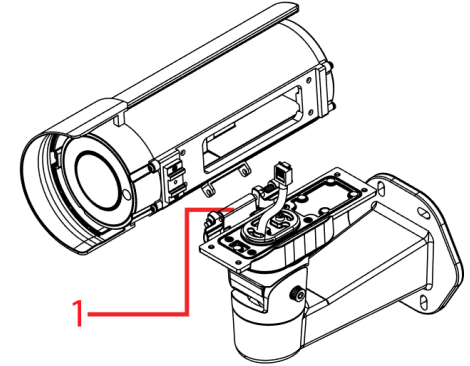

Figure 5
- B. Placez la caméra sur la charnière (1) (Figure 5) et relâchez la goupille pour fixer la caméra à la plaque du bras de montage.